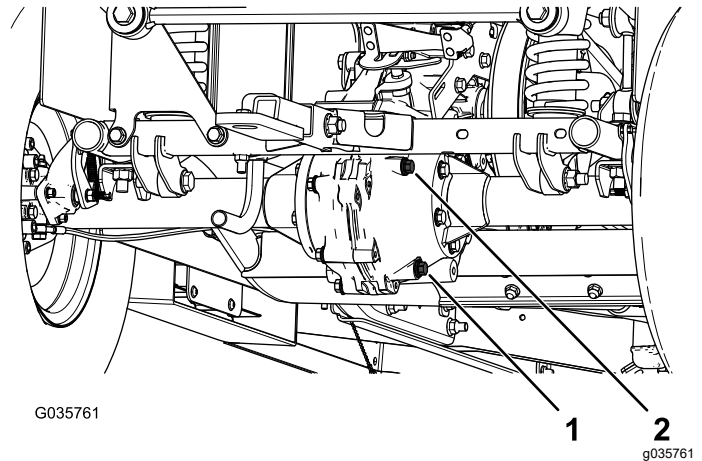

Bild 59
4. Entfernen Sie die Füllschraube am Getriebe (**Bild 59**).
5. Wenn der Ölstand niedrig ist, nehmen Sie die Füllschraube ab und füllen Sie die angegebene Ölsorte ein, bis das Öl aus dem Loch ausläuft (**Bild 59**).
1. Stellen Sie eine Auffangwanne unter die Ablassschraube (**Bild 59**).
2. Entfernen Sie die Füllschraube und die Dichtung (**Bild 59**).
3. Entfernen Sie die Ablassschraube und die Dichtung und lassen das Öl vollständig ablaufen (**Bild 59**).